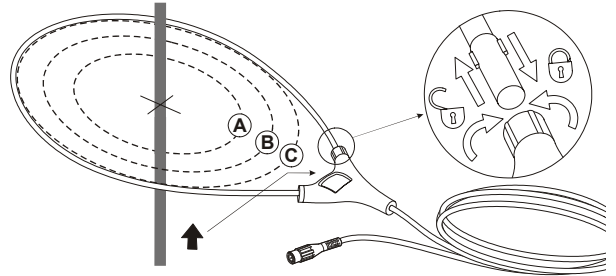

Abbildung 1. Anbringen des flexiblen Meßfühlers um den Leiter.
2. Bringen Sie den flexiblen Meßfühler um den Leiter an (siehe Abbildung 1).